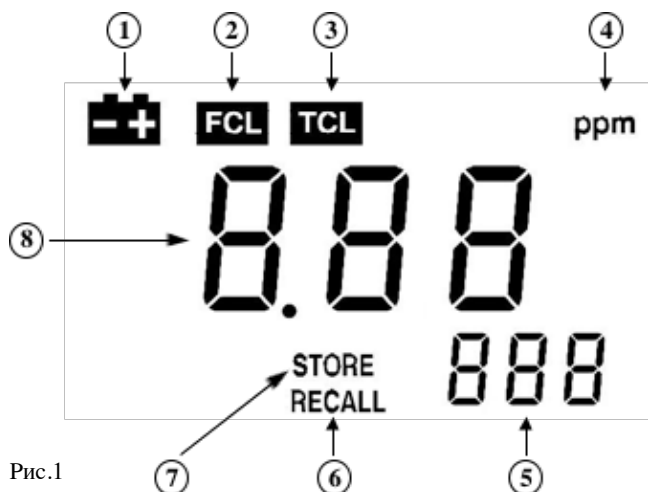

Рис.1
1. Если заряд элементов питания станет слишком низким для работы прибора, на дисплее появится соответствующий индикатор (см. п.1, Рис.1). Это означает, что элементы питания пора заменить на новые.